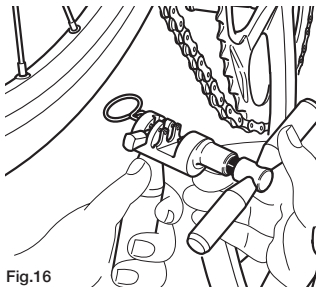

Fig.16
- Positionnez l'outil UT-CN400 de la façon indiquée sur la Fig. 16 (du côté extérieur de la chaîne vers le côté intérieur).